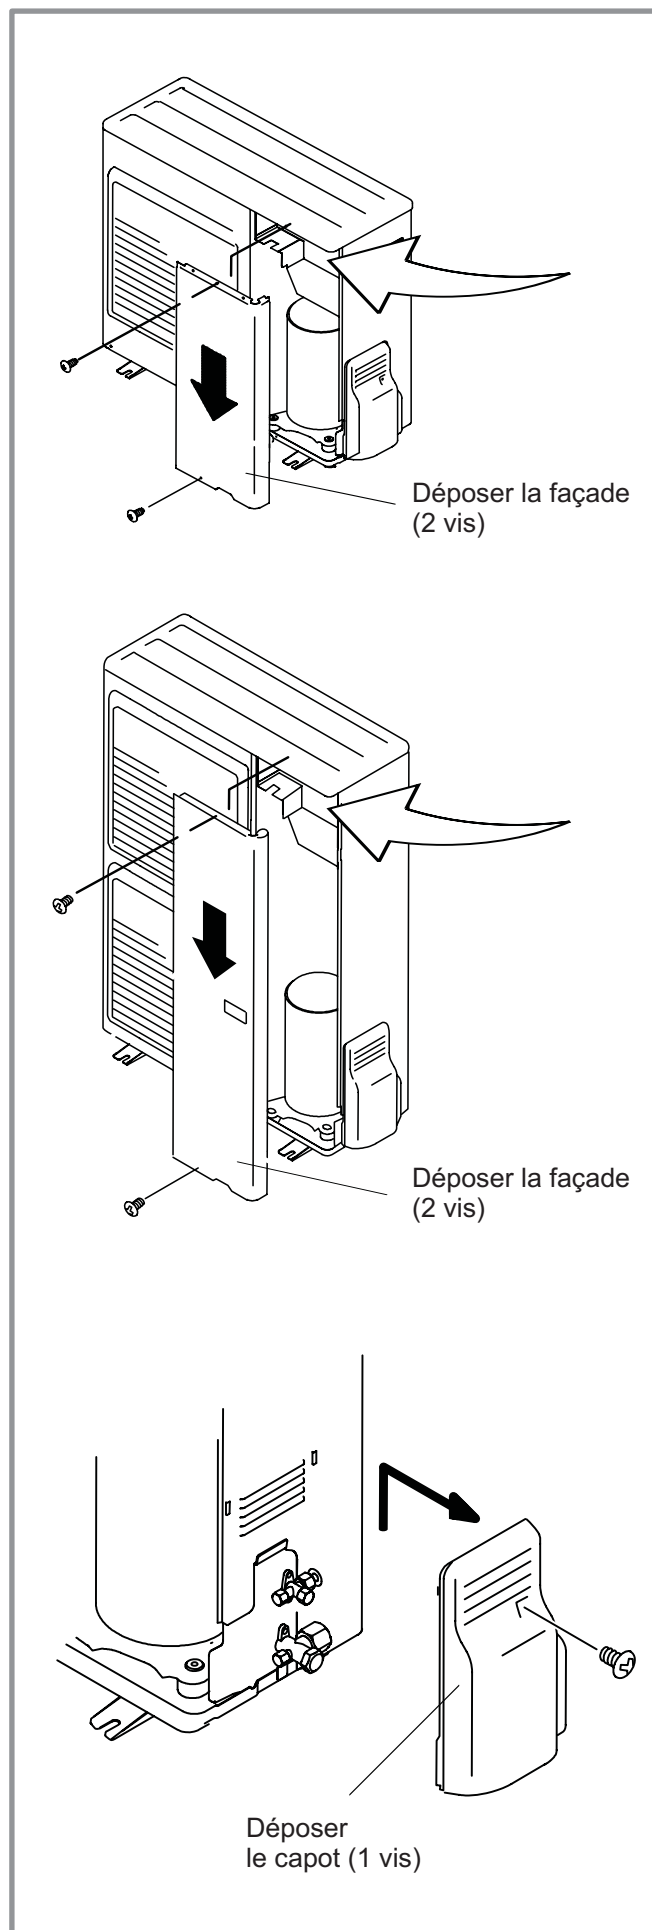

figure 25 - Accès au bornier de l'unité extérieure
- Déposer le capot (figure 25).